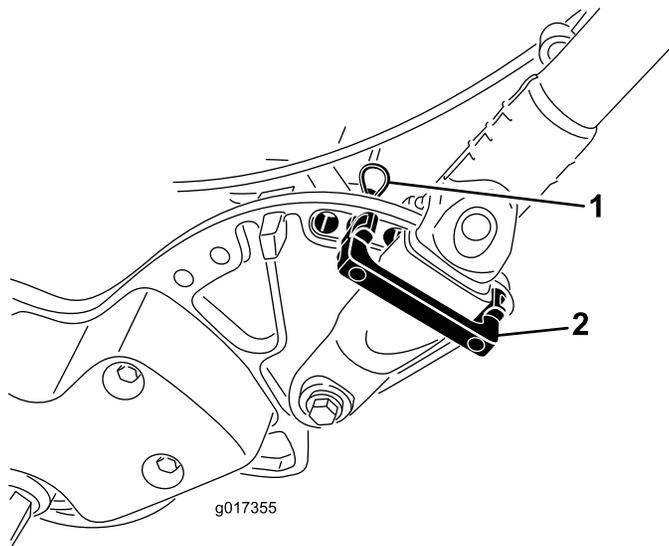

Figura 25
1. Retire las chavetas de los seguros de retención del manillar en cada lado de la máquina (Figura 25).
2. Sujetando el manillar, retire las chavetas de cada lado y gire el manillar a la posición de operación deseada (Figura 25).